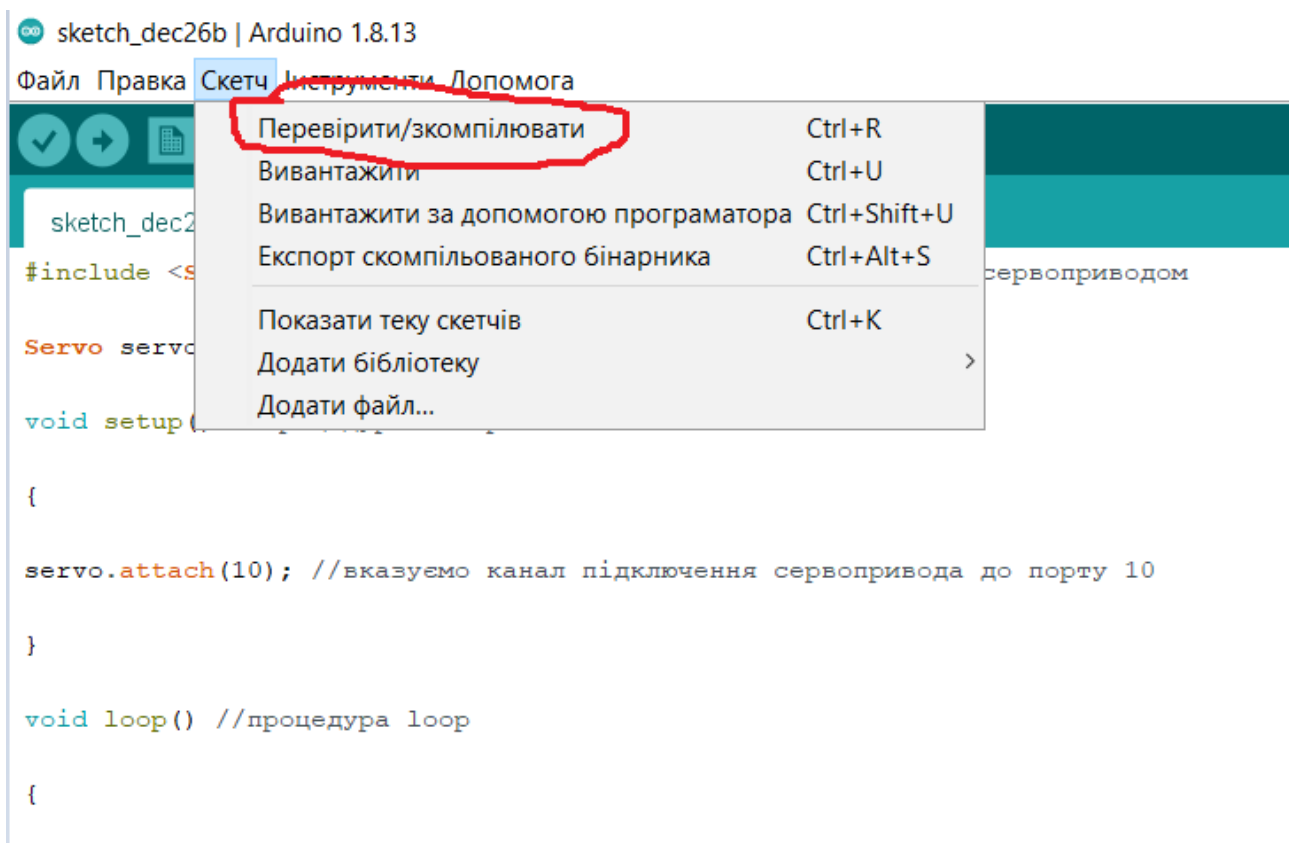

Рис.3.11 – Перевірка та компіляція програмного коду в Arduino IDE.
4. Провести попередню перевірку та компіляцію розробленого програмного коду у середовищі Arduino IDE (рис.3.11)